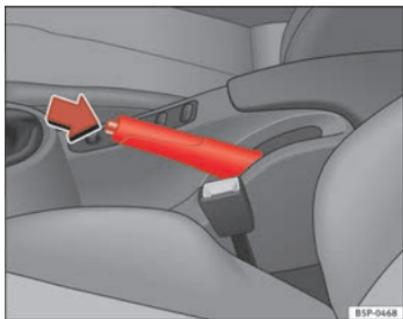

Fig. 146 Il freno a mano, ubicato tra i due sedili anteriori
- Tirare la leva del freno a mano verso l'alto ⇒ fig. 146.
- Tenendo premuto (nella direzione indicata dalla freccia ⇒ fig. 146) il tasto di sblocco, spostare prima la leva leggermente verso l'alto e poi abbassarla del tutto ⇒ ⚠.